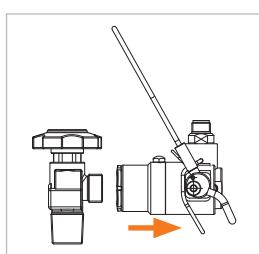

Figure 15
- Retirez le connecteur tout **droit** et vers l'arrière (*Figure 15*). Le joint frontal est ainsi préservé des dommages causés par d'éventuels bords saillants de la vanne de la bouteille.